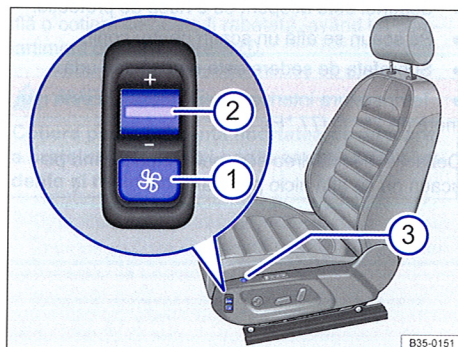

Fig. 54 La scaun față: Comutator pentru ventilarea scaunului.
- Apăsați tasta ⇒ fig. 54 ① pentru a porni ventilația scaunelor. Lampa de control din scaunul din față ③ se aprinde.
- Apăsați din nou tasta ①, pentru a opri ventilația scaunelor. Lampa de control din scaunul din față ③ se stinge.